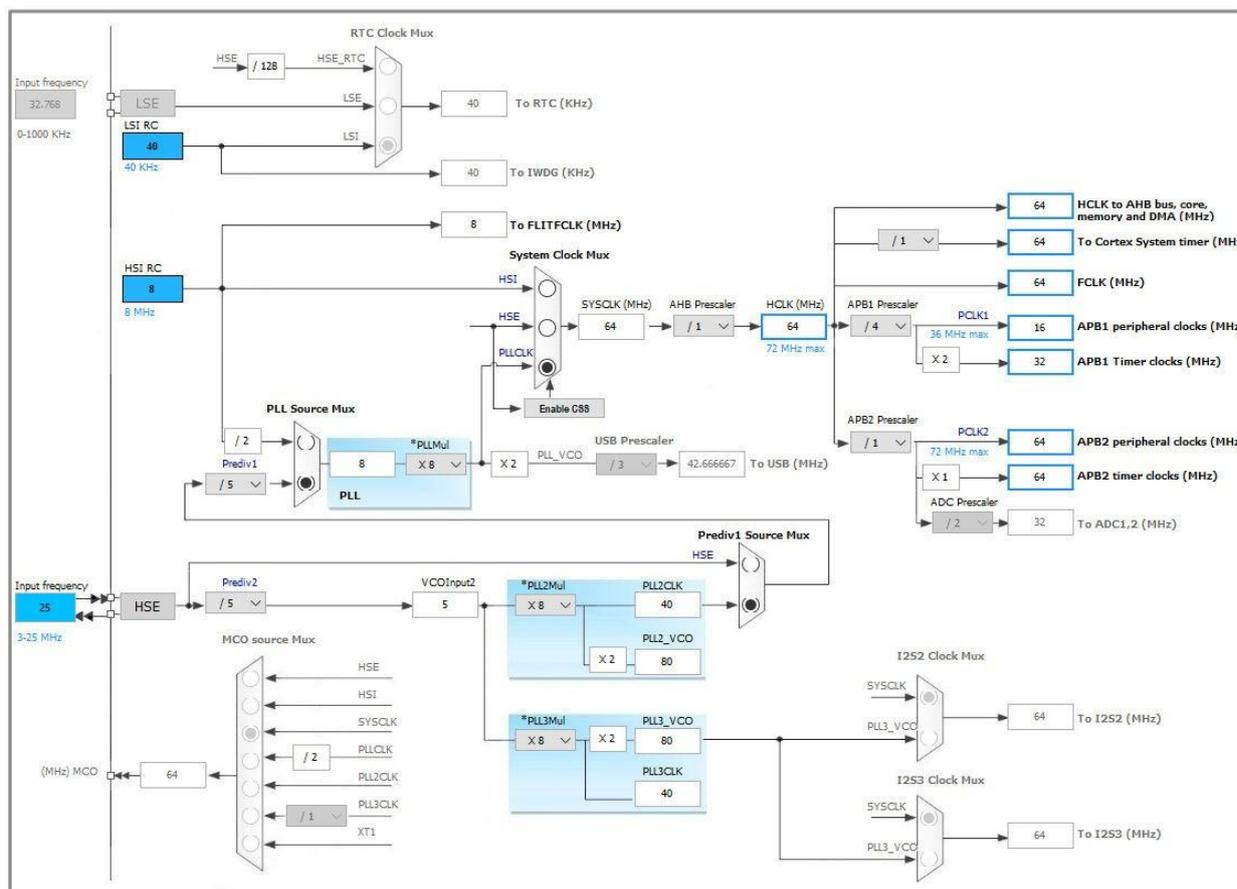

Рис. 8 – Конфигурирование блока RCC при помощи среды STM32CubeMX
2) На вкладке Clock Configuration (рис. 8) выполните следующие настройки: